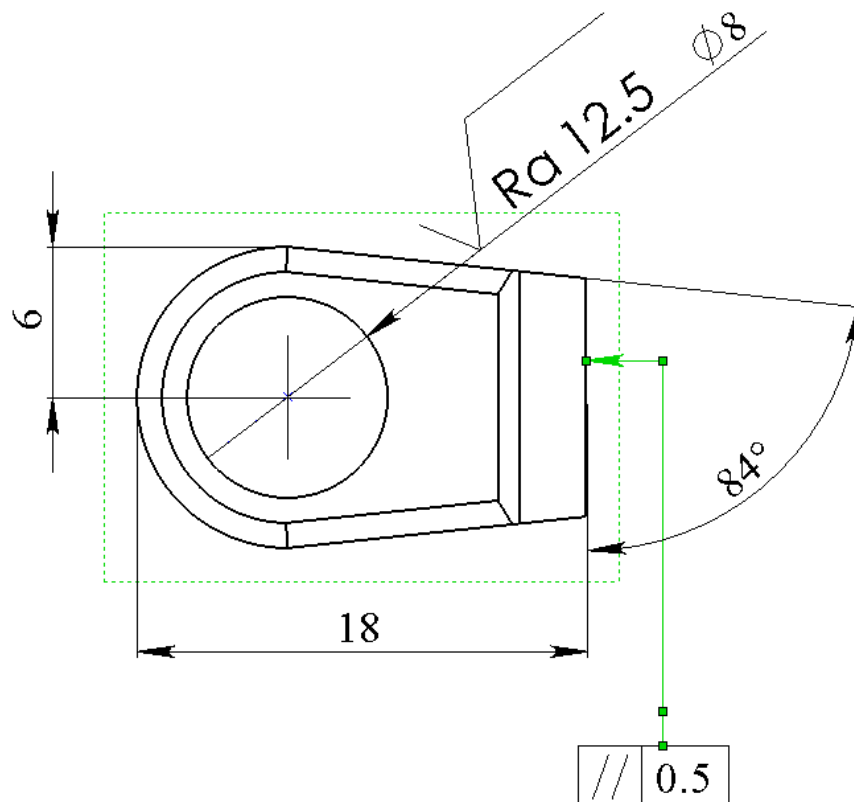

Рис. 22
- Для добавления выносной линии (рис. 22):